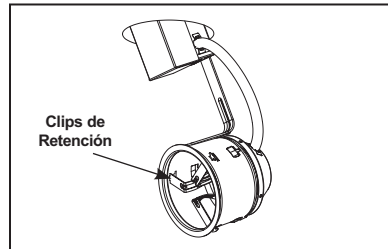

Figura 3
Paso 4. Presione la carcasa a través de la abertura en el techo hasta que esté a ras con el techo (Figura 3). Presione los clips de retención hacia afuera hasta que se traben en su lugar. Nota: Para quitar la carcasa del techo, presione la pestaña en el clip hacia arriba para destrabar.